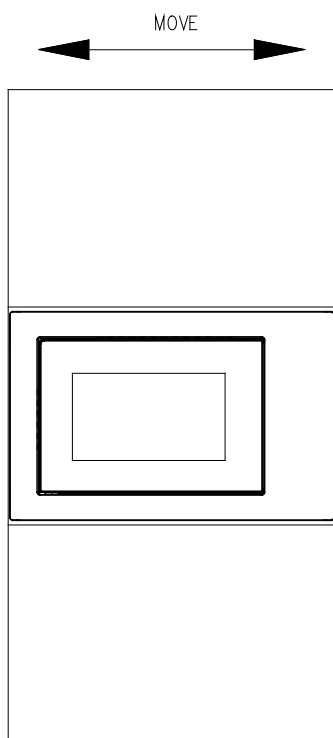

Fig. 3
- e) Déplacez le produit parallèlement à l'intérieur du meuble de cuisine en suivant le sens de la flèche indiquée sur la figure et maintenez-le centré. (Fig. 3)